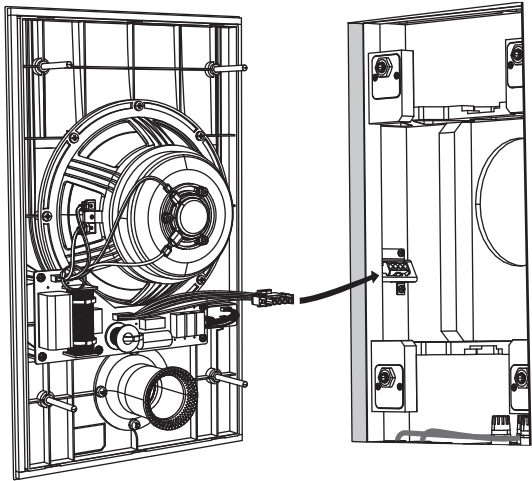

Fig. 1. Connexion du câblage
- 1. Avec l'aide d'un assistant, soulevez l'ensemble haut-parleur PCI 7DC IW près de l'ouverture de la cloison sèche et fixez solidement le connecteur de câblage à quatre broches dans le connecteur correspondant à l'intérieur du boîtier arrière (Fig. 1).